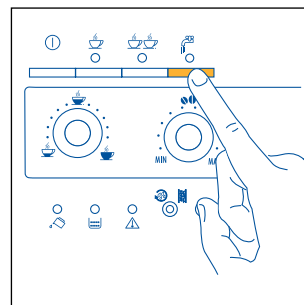

Fig.21
- Prima a tecla  (fig. 21). A luz  acende-se para indicar que a função foi seleccionada.
- Prima a tecla  (fig. 21). (Recomendamos que não ejecte água quente durante mais de 2 minutos consecutivos).